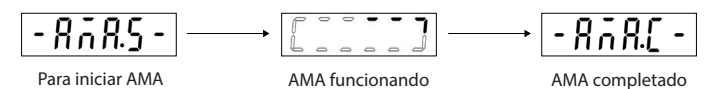

Ilustración 7: Indicaciones de estado de AMA
- Ajuste [1] Act. AMA completo o [2] Act. AMA reducido para el parámetro P4.2.1.3 Modo AMA; la pantalla principal muestra Para iniciar AMA; consulte la Ilustración 7.